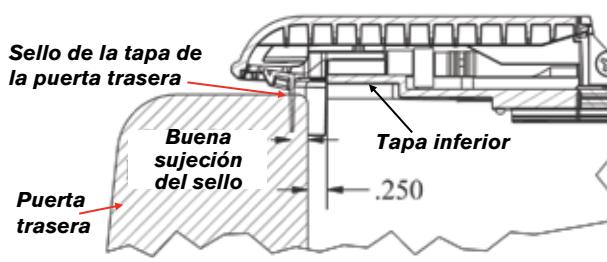

FIG. 5A
- Cierre la puerta trasera y tire de los rieles hacia atrás hasta que los sellos de la tapa de la puerta trasera encajen bien con su puerta trasera. Una buena manera de verificar el acoplamiento adecuado es asegurarse de que la tapa inferior y la puerta trasera tengan un espacio de 1/4" (FIG 5A).